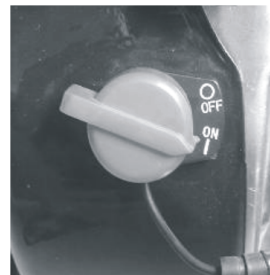

рис. 9
5. Перевести пусковой выключатель, расположенный на корпусе двигателя, в положение ON (“Включено”) (рис. 9).